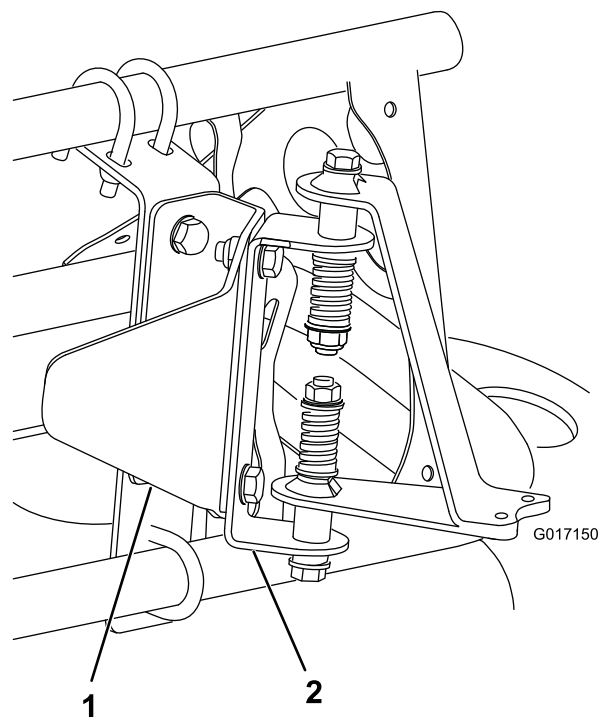
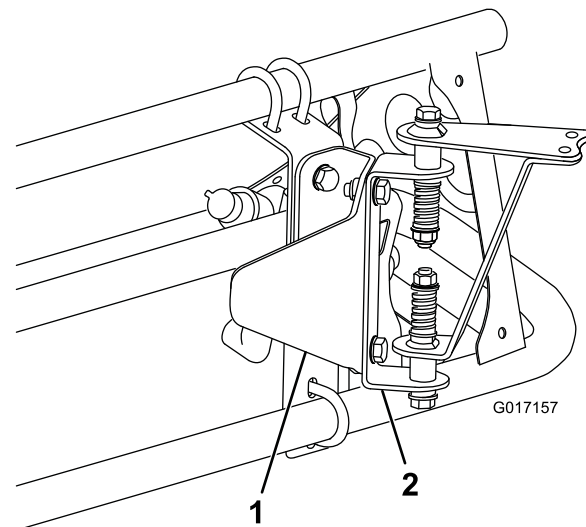

図 8
図 9
3. センサーガードブラケットにセンサー取り付け金具を取り付ける；ボルト (5/16 x 3/4 インチ) (2本) とロックナット (5/16 インチ) (2個) を使用する (カバー付きブームの場合は 図 8、カバー無しブームの場合は 図 9 を参照)。